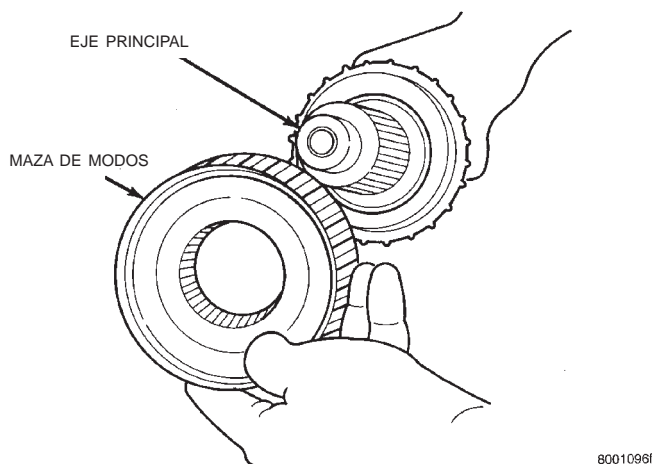

Fig. 29 Desmontaje de la maza de modos emplazada en las muescas situadas en cada extremo del retenedor (Fig. 32).
- (2) Deslice hacia afuera del eje principal la maza de modos (Fig. 29).